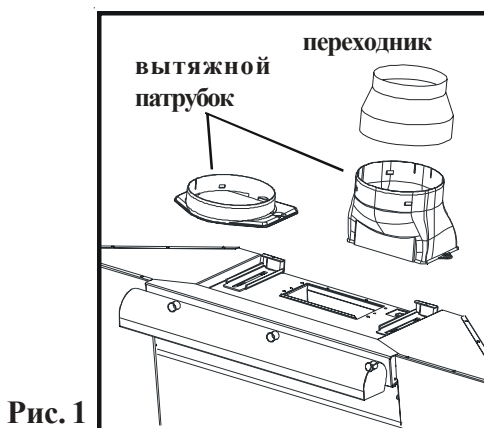

Рис. 1
- В режиме воздухоотвода воздух отводится в атмосферу по трубе, которую необходимо соединить с вытяжным патрубком, **рис. 1**.